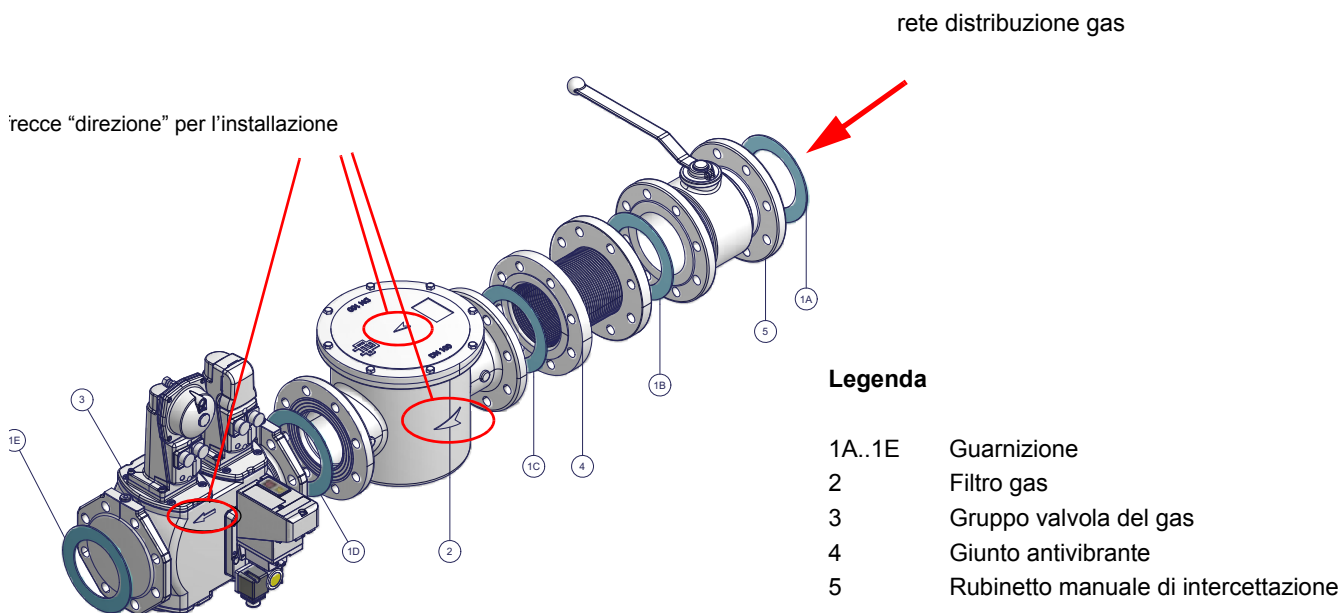

Fig. 3 - Esempio di rampa gas
- 1) nel caso di giunti flangiati: interporre tra un componente e l'altro, una guarnizione (n. 1A..1E - Fig. 3) compatibile con il gas utilizzato,
ATTENZIONE: una volta montata la rampa secondo lo schema riportato in Fig. 3, deve essere effettuata la prova di tenuta del circuito gas, secondo le modalità previste dalla normativa vigente.